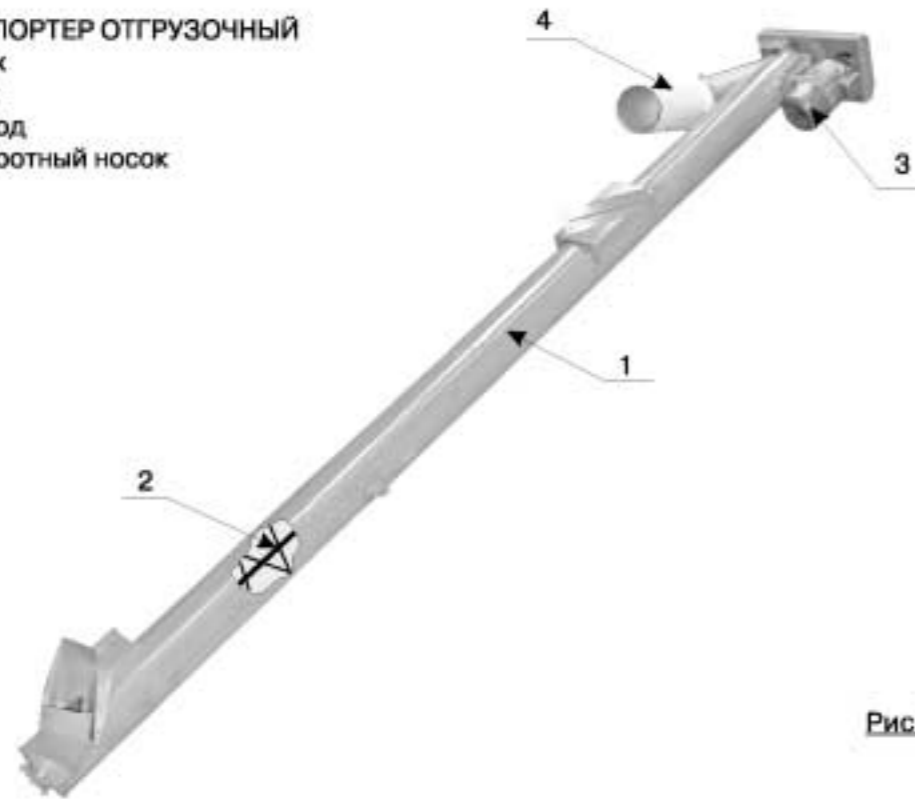

Рис.9
4.5.3. Транспортер отгрузочный (рис.9) служит для вывода чистого зерна в кузов автомашины или в ворох чистого зерна.